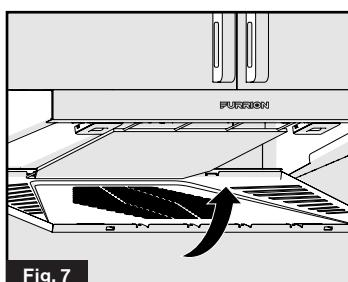

Fig. 7
7. Replacer le couvercle du gril à la hotte, puis appuyez sur les languettes de dégagement jusqu'à ce que vous entendiez un clic (Fig. 7)